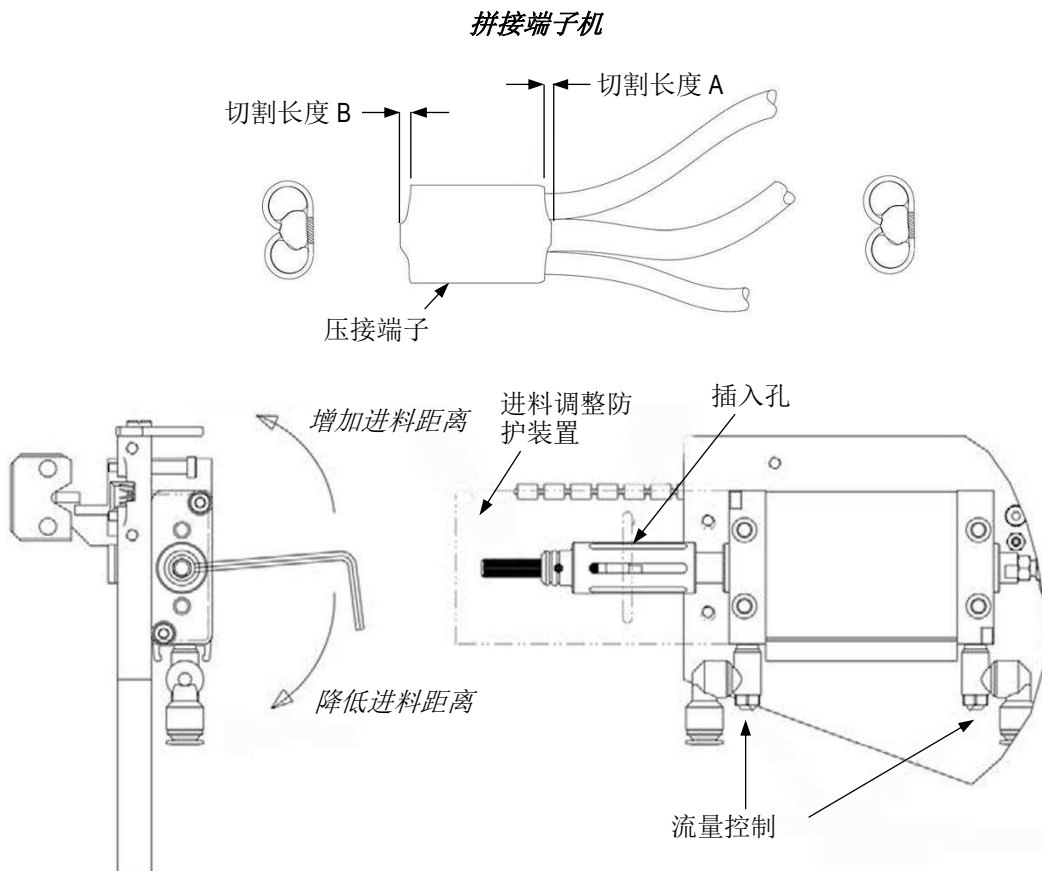

图 20
2. 在后进料防护装置的插入孔和调整轮的孔中插入 3mm 六角扳手或同样尺寸的螺丝刀（参见图 20）。
3. 向需要的方向旋转调整轮，增加或减少进料距离（参见图 20）。